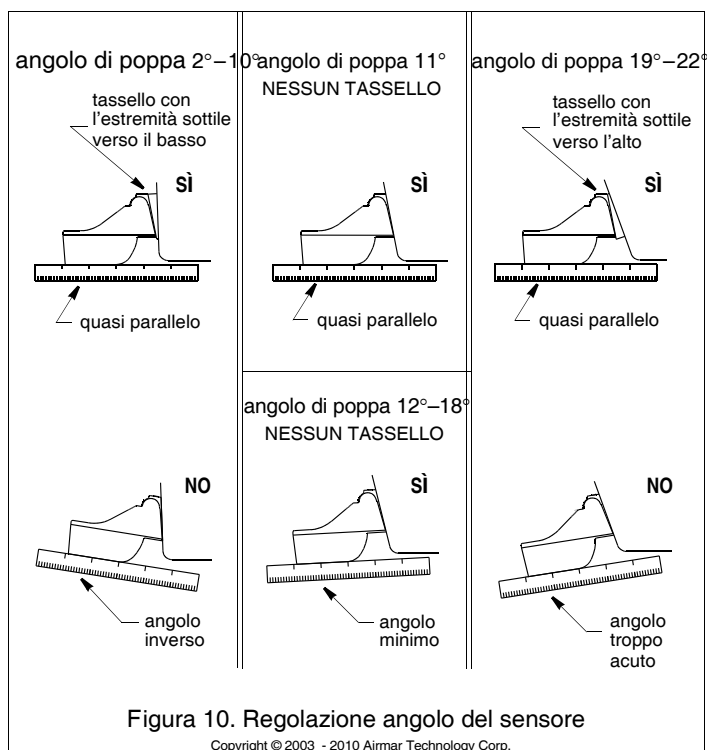

Figura 10. Regolazione angolo del sensore
1. Utilizzando un righello, controllate la posizione del sensore in relazione al lato inferiore dello scafo (Figura 10). Il bordo di uscita del sensore si dovrebbe trovare da 1 a 3mm (1/16-1/8") sotto il bordo di attacco del sensore oppure dovrebbe essere parallelo al fondo dello scafo.
- a. Aumentate l'angolo del sensore nell'acqua. Consultate nuovamente il paragrafo "Compensazione per l'angolo di poppa": Utilizzate il tassello e consultate la Figura 10.